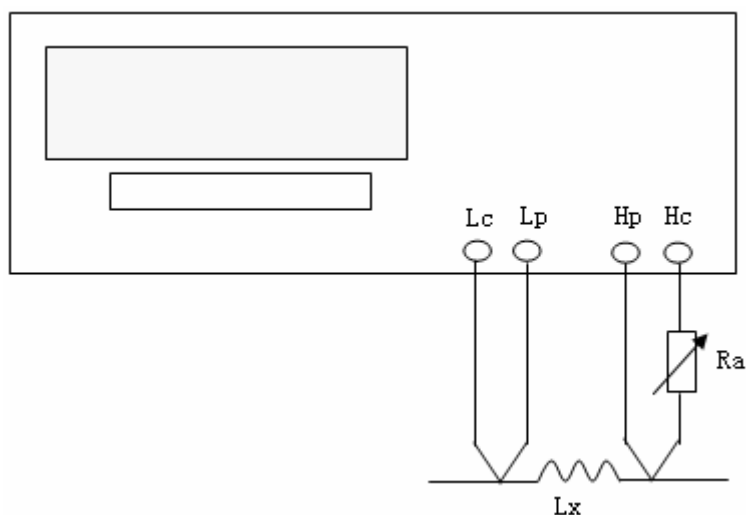

图 4-5 信号源内阻调节示意图
2. 使用图 4-5 所示的方法用户可自行调整信号源内阻以满足测试电流的要求，以达到不同仪器测试结果的一致性。上图中调节电位器 R_a ，使电流为需要值，此时可将 R_a 更换为一固定电阻。用此方法可调节